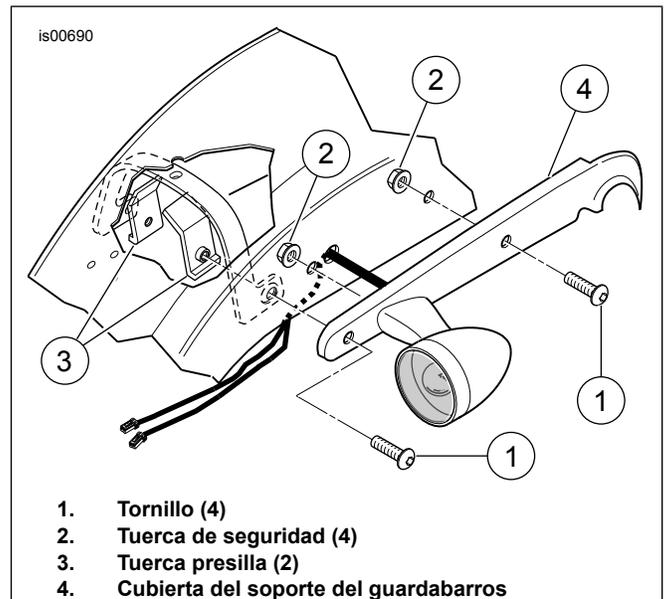

Figura 1. Extracción del soporte del guardabarros trasero
4. Vea la Figura 1. Extraiga y deseche los tornillos con cabeza de botón delanteros y traseros (1), las tuercas de seguridad (2) y la tuerca presilla del guardabarros (3) de las cubiertas del soporte derecho e izquierdo del guardabarros trasero (4).